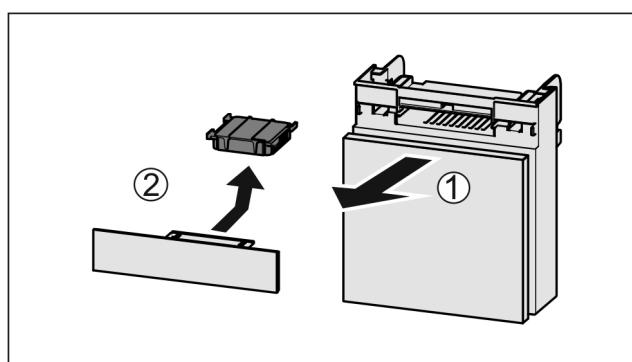

Fig. 99
- Издърпайте Fig. 99 (1) напред отделението.
- Извадете Fig. 99 (2) филтъра с активен въглен.